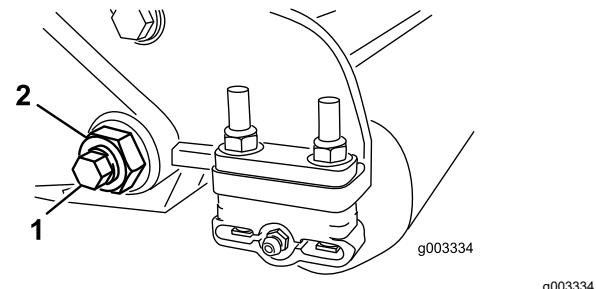

Figura 35
3. Su ciascun lato della macchina, allentate il dado di bloccaggio che fissa il bullone della barra di appoggio (Figura 35).
4. Togliete ciascun bullone della barra di appoggio consentendo alla barra di appoggio di essere tirata verso il basso e rimossa dall'apparato di taglio (Figura 35).